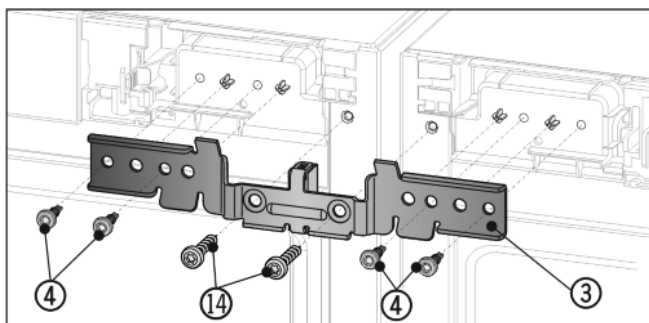

Fig. 7
- ▶ Tryck in vinkeln Fig. 7 (3) och distansstycke mellan apparaterna och möt stiften. Skruva fast vinkeln med de fyra skruvarna Fig. 7 (4) och de förut losskruvade jordskruvarna Fig. 7 (14) växelvis och lite löst.